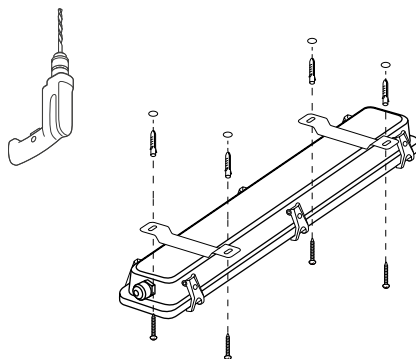

Рис. 3. Установка светильника накладным способом
- 3.7. Для накладного монтажа (рис. 3) выполните разметку под кронштейны для светильника в соответствии с установочными размерами [F].
- 3.9. Закрепите кронштейны на поверхности винтами, как показано на рис. 3.